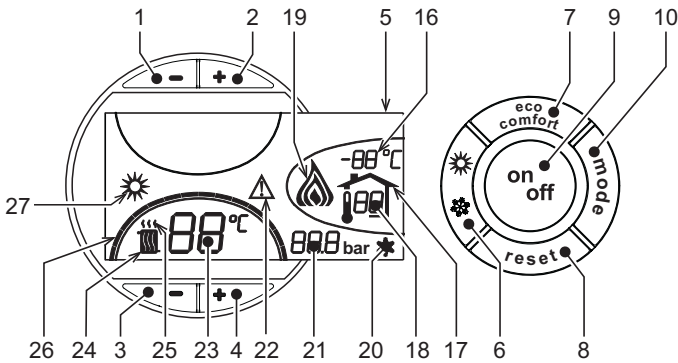
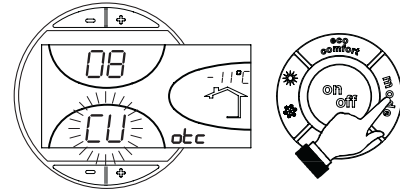
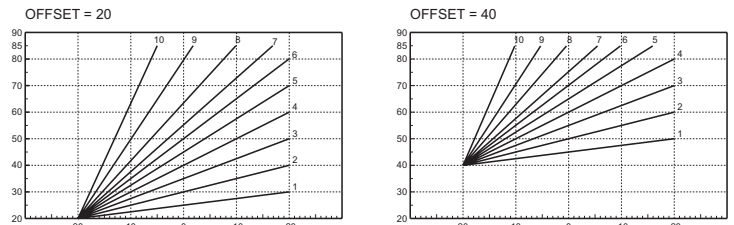

рис. 1 - Панель управления
рис. 9 - Кривая погодозависимого регулирования
рис. 12 - Пример параллельного смещения кривых погодозависимого регулирования
Нажмите клавишу on/off (поз. 9 - рис. 1) в течение 1 секунды.
Для повторного включения котла снова нажмите клавишу on/off (поз. 9 рис. 1) в течение 1 секунды.
- Нажмите кнопку ВКЛ/ВЫКЛ (9 - рис. 1)
Нажмите клавишу **Лето/Зима** (поз. 6 - рис. 1) на 1 секунду.
На дисплее высвечивается символ "Лето" (поз. 27 - рис. 1). При этом котел будет вырабатывать только воду для ГВС. Остается активной система защиты от замерзания.
Для выключения режима "Лето" вновь нажмите клавишу **Лето/Зима** (Поз. 6 - рис. 1) на 1 секунду.
Температура в системе отопления регулируется в пределах от 30 °С до 80 °С с помощью клавиш (поз. 3 и 4 - рис. 1); однако, не рекомендуется эксплуатировать котел при температуре ниже 45 °С.
Температура в системе ГВС регулируется в пределах от 10°С до 65°С с помощью клавиш (поз. 1 и 2 - рис. 1).
При наличии датчика температуры наружного воздуха (опция) на дисплее панели управления (поз. 5 - рис. 1) отображается измеряемая этим датчиком температура. При этом система управления котлом работает в режиме "Плавающая температура". В этом режиме температура воды, подаваемой в систему отопления, регулируется в зависимости от климатических условий внешней среды с тем, чтобы обеспечить максимальный комфорт и экономию энергетических ресурсов в течение всего года. Так, при повышении внешней температуры понижается температура подачи воды в систему отопления, что производится по определенной "кривой погодозависимого регулирования".
С переключением на режим "Плавающей температуры" показатель температуры, устанавливаемый клавишами (дет. 3 и 4 - рис. 1) соответствует максимальной температуре подачи воды в систему отопления. Рекомендуется задавать максимальное значение температуры с тем, чтобы позволить системе регулировать ее по всему рабочему диапазону.
При однократном нажатии клавиши **Режим** (поз. 10 - рис. 1) на дисплее высвечивается текущая кривая погодозависимого регулирования (рис. 9), которую можно изменить с помощью клавиш задания температуры воды ГВС (поз. 1 и 2 - рис. 1).
При нажатии клавиш регулировки температуры отопления (поз. 3 и 4 - рис. 1) получается доступ к функции параллельного изменения кривых (рис. 12), выполняемого с помощью клавиш регулировки температуры в контуре ГВС (поз. 1 и 2 - рис. 1).
При повторном нажатии клавиши **Режим** (поз. 10 - рис. 1) осуществляется выход из режима регулировки параллельных кривых.
Если к котлу подключено устройство дистанционного управления с таймером (опция), вышеописанные регулировки производятся в соответствии с указаниями, приведенными в таблице 1. При этом на дисплее пульта управления (поз. 5 - рис. 1) высвечивается температура в помещении, измеряемая устройством дистанционного управления.